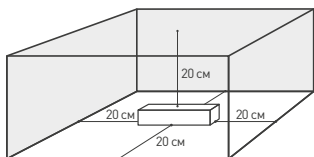

Рис. 1. Свободное пространство вокруг источника
- 4.3. Для естественной вентиляции обеспечьте не менее 20 см свободного пространства вокруг источника питания, как изображено на рис. 1. При невозможности обеспечить свободное пространство, используйте принудительную вентиляцию. В случае установки в ограниченном пространстве (например, лайтбокс или профиль) предусмотрите обеспечение требуемого температурного режима источника питания согласно рис. 2.